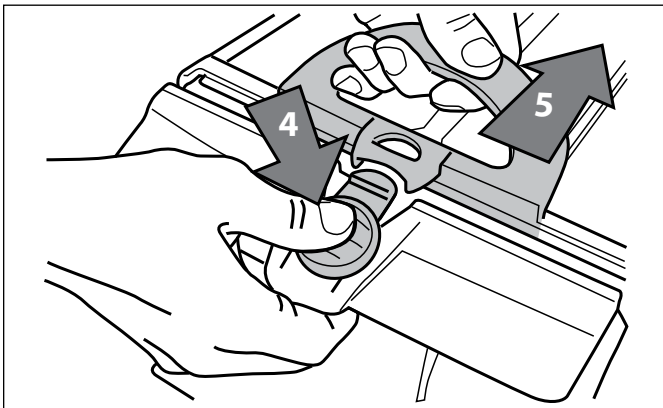

Figura 26. Abra la unidad del cartucho del filtro
7. Presione el botón de liberación rápida en la unidad del cartucho del filtro (4) y tire de la unidad (5) como se muestra en la Figura 26.